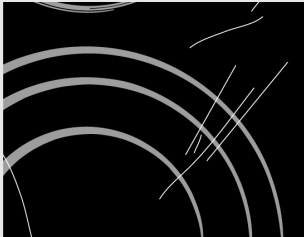

рис. 1
**Каждый раз перед использованием** протирайте со стеклокерамической поверхности и дна посуды пыль и грязь, которые могут поцарапать поверхность (рис. 1).
- ⚠ Для очистки варочной поверхности нельзя использовать агрессивные чистящие спреи и неподходящие жидкие чистящие средства (рис. 1 и 2).